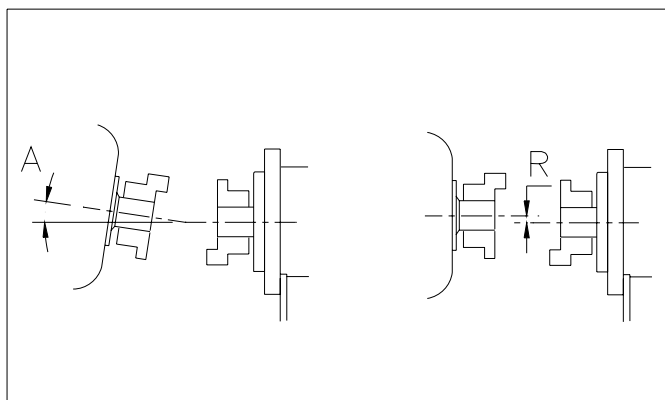

Fig. 7.3
Zur Kontrolle ist zuerst die Schutzhaube zu entfernen. Entfernen Sie die Zwischenhülse (siehe 8.6.1). Legen Sie einen Richtscheit auf die beiden Flansche. Die Radiale Abweichung (R) (Fig.7.3) darf max. 0,4mm sein und der Ablenkungswinkel (A) darf max. 1° sein. Wenn nötig, Unterlegbleche unter Motor oder Pumpenfuss legen.